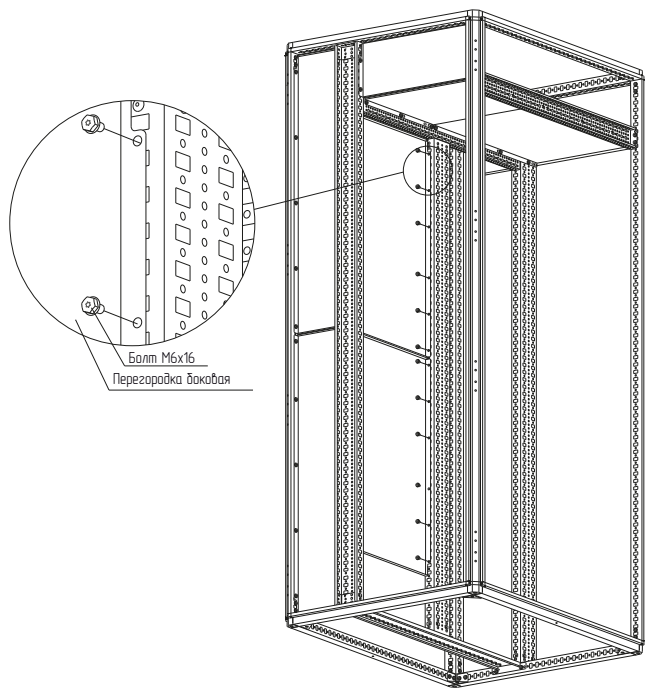

Рисунок 1
4.1.2 Закрепить перегородки боковые для распределительных шин на нужной высоте на стойках каркаса болтами самонарезающими М6×16 (рисунок 1). Момент затяжки – 7 Н·м. Болты приобрести отдельно.